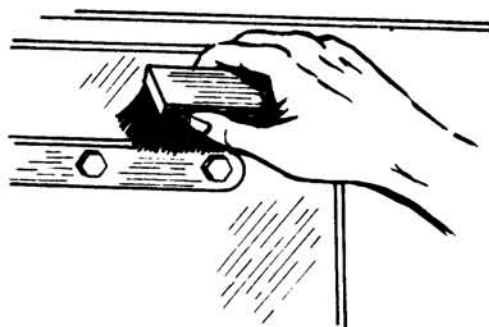

Fig. 3
- a Frote la pintura con un raspador o cepillo de acero (fig. 3) hasta eliminarla.